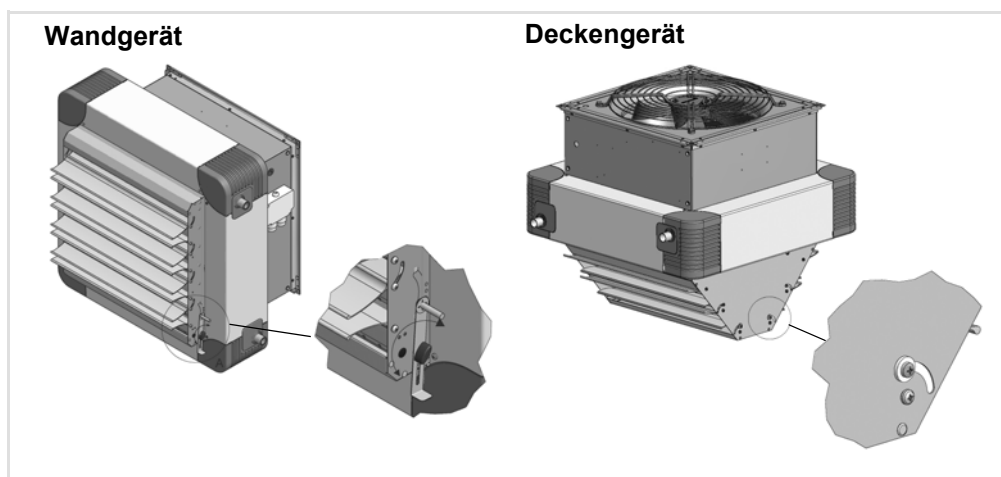

Abb. 7-1: Handeinstellung der Sekundärluft-Jalousie
- Handeinstellung siehe Abb. 7-1